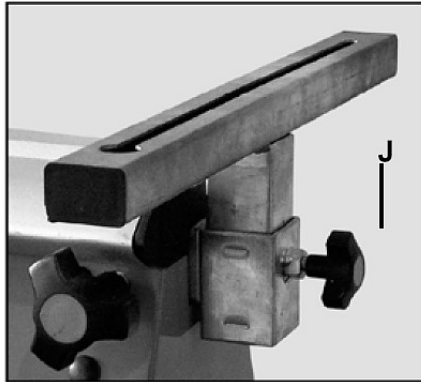

Abb. 5: T-Auflage montieren
Schritt 1: Platzieren Sie die „T“-Auflage im Auslegearm wie es in Abb.5 dargestellt ist.
Schritt 2: Ziehen Sie den Arretier – Drehgriff (J, Abb.5) fest an.